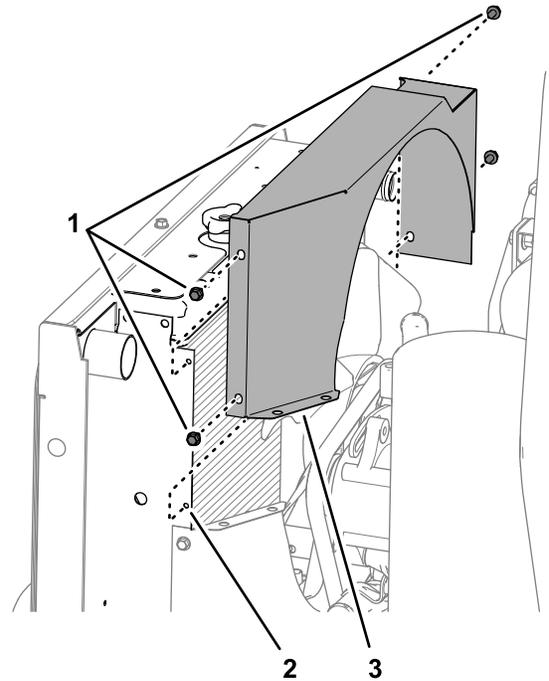

Figura 18
1. Retire os quatro parafusos de cabeça flangeada (¼ pol. x ½ pol.) que prendem o revestimento da ventoinha superior à flange do radiador e retire o revestimento da máquina (Figura 18).